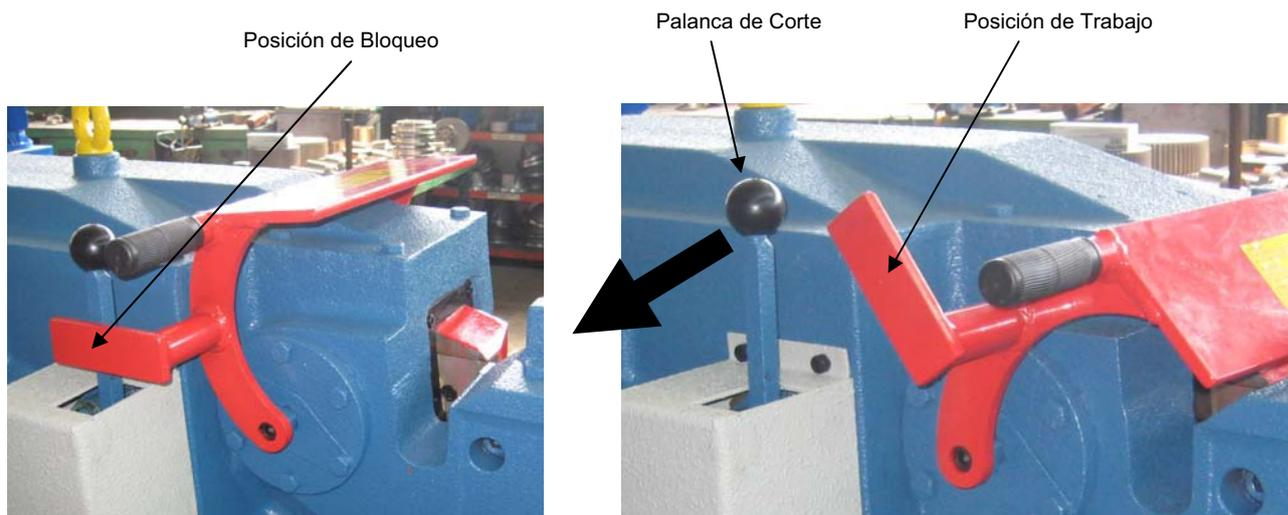

Fig. 3-4 Palanca de Corte bloqueada (izquierda) y desbloqueada (derecha)
- Tirar de la Palanca de Corte en la dirección que indica la flecha de la Fig. 3-4.